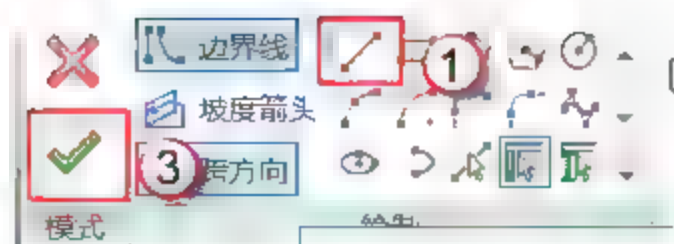
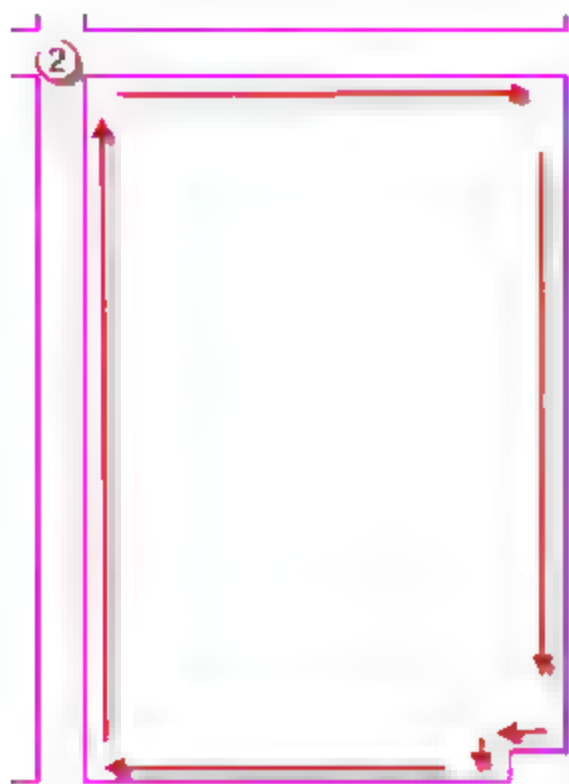
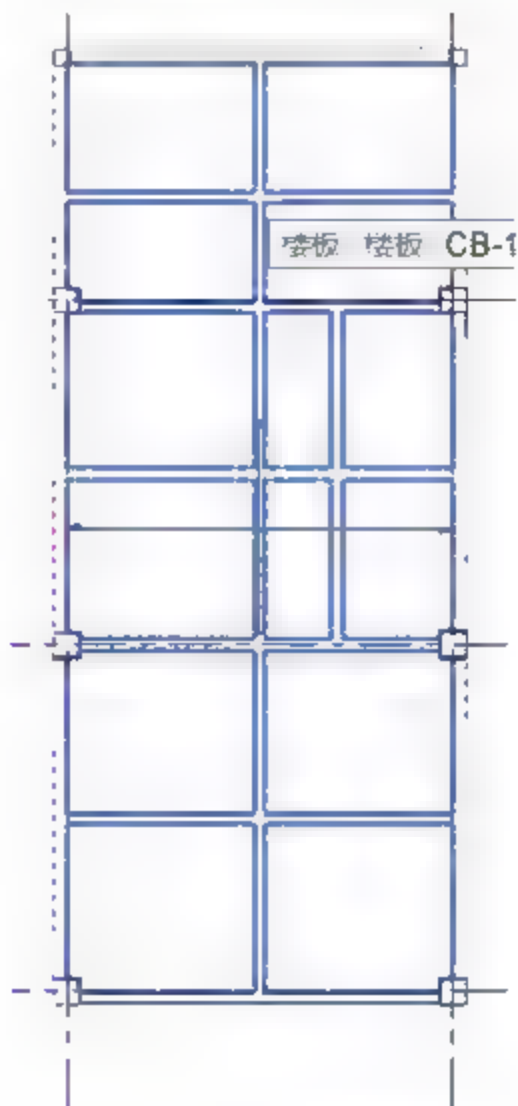

图 5.2.42 选择绘制工具
图 5.2.43 绘制步骤
图 5.2.44 绘制完成
(7) 进入“修改/创建楼板边界”模式，如图 5.2.42 所示，可以观察到 CB-2 的边界是不规则的，而 CB-2 不需要考虑坡度以及跨方向，这时应用直线绘制楼板，接下来开始绘制。
(8) 选择“边界线”中的“直线”命令，即图 5.2.42 中的①所示，然后以图 5.2.43 中的②点为起点，沿楼板边界依次绘制直线直至回到②点形成一个闭合的图形。完成后，单击√按钮，完成 CB-2 的绘制，如图 5.2.44 所示。